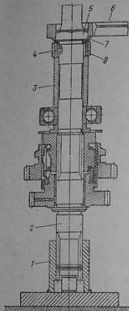

Рис. 75. Приспособление для закрепления вторичного вала автомобиля 2138 при открытии (закрытии) концевой гайки
7. Установить вторичный вал 2 переносным концом (рис. 75) в закреплённый штифевой стакан 1 и отвернуть гайку 5, предварительно разогнув стопорную шайбу 7.
стакана 1 в устье штока пресса приспосабливают через трубу 6 к внутреннему кольцу 4 подшипника и к ступице 3. Гайку 5 (см. рис. 75) вторичного вала нужно затянуть динамометрическим ключом 6 моментом 10—12 кг·м. Вторичный вал размещают при этом в неподвижно закрепленном шлифованном стакане 1. После затяжки гайки вторичный вал следует установить в приспособление, снабженное центрами. Индикатор, установленный по наружному кольцу среднего подшипника вторичного вала, не должен показывать радиальное биение свыше 0,1 мм. Повышенное биение обычно устраняется нескользящими поворотами распорной втулки 3 на вторичном валу.